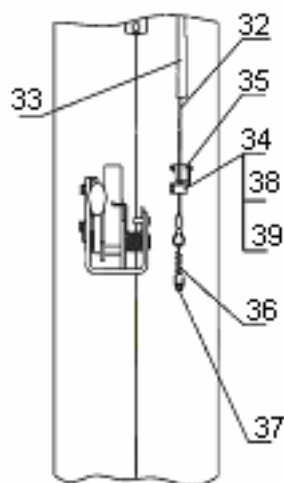

Рисунок 13. Система автоматического отключения привода
6.8 Установить и отрегулировать тросик системы автоматического отключения привода (см. рис. 13). Для этого тросик 32, закрепленный одним концом на Т-образной тяге, протянуть изнутри наружу правой стойки через трубчатую направляющую 33, продеть через отверстие в пластинчатой пружине 34 микровыключателя 35 и закрепить петлю на пружине растяжения 36. Пружину 36 зацепить за отверстие в штыре 37. Подвести упор 38 под пружину 34 и закрепить его на тросике болтом 39.